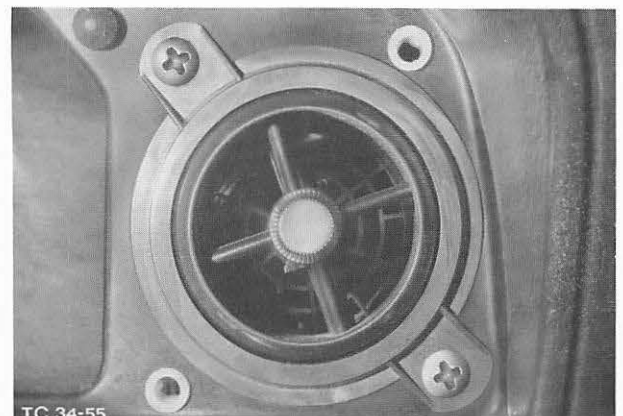

Abb. 53 Befestigung – Belüftungsdüse an Instrumententafel
2. Belüftungsdüse von der Instrumententafel abbauen (2 Schrauben). Abb. 53. Düse mit Schlauch vorziehen, anschließend Düse vom Schlauch trennen.